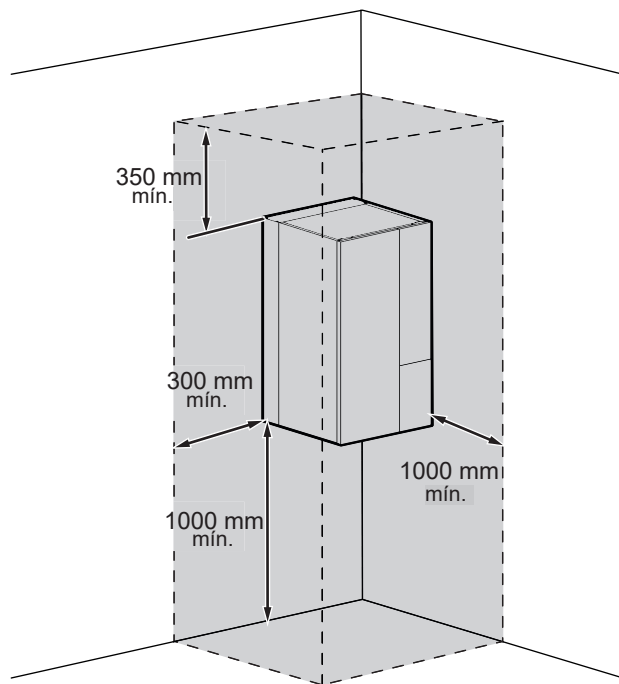

fig. 19 - Separaciones mínimas de instalación alrededor del módulo hidráulico para el mantenimiento
- Para facilitar las operaciones de mantenimiento y permitir el acceso a los diferentes componentes, se aconseja prever un espacio suficiente en torno al módulo hidráulico (*fig. 19*).